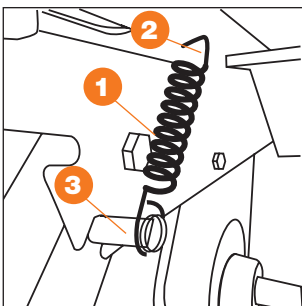

Рис. 4
- Закрепите пружину **1** на раме культиватора, продев ее через проушину **2** (Рис. 4).